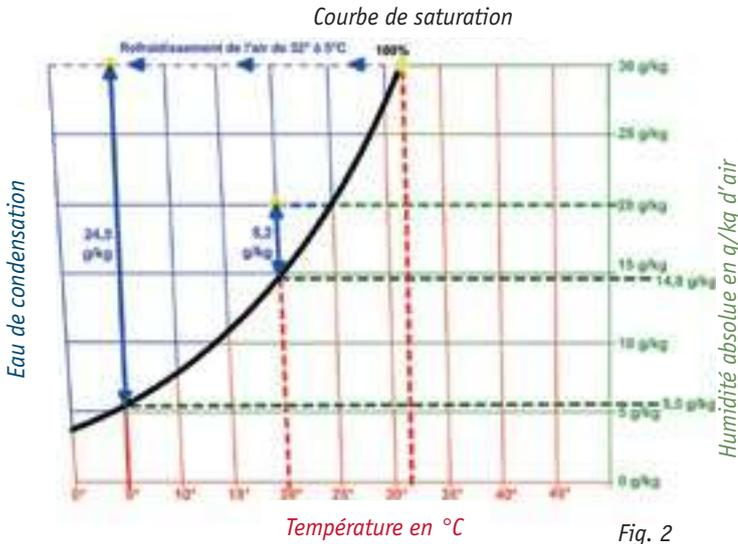

Fig. 2
- Condensation par introduction d'humidité de manière excessive dans l'air : Exemple : si nous prenons 1 kg d'air (0,850 m3) sec à 20°C et que l'on y introduit 20 g de vapeur d'eau, on observera (figure 2) la condensation de 5,2 g (20 g - 14,8 g) de vapeur d'eau sous forme de gouttelettes car l'air à 20°C est saturé avec 14,8 g d'eau et ne peut en contenir plus.
- Condensation par refroidissement d'un air humide : Exemple : si je refroidis à 5°C un kilo d'air qui était à 32°C et saturé en eau (qui contient donc 30 g d'eau), on va obtenir 24,5 g d'eau de condensation (figure 2) car l'air à 5°C ne peut contenir que 5,5 g d'eau (soit 30 g - 5,5 g).